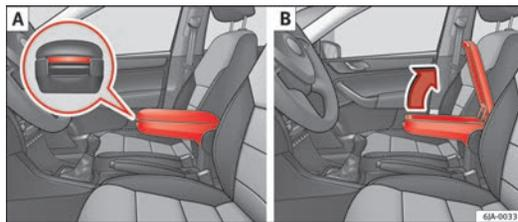

Fig. 71 Braccioli/Apertura e chiusura del vano portaoggetti
- Premere il pulsante situato nella parte anteriore del bracciolo ⇒ fig. 71 - **A**.
- Alzare il coperchio del vano portaoggetti ⇒ fig. 71 - **B**.